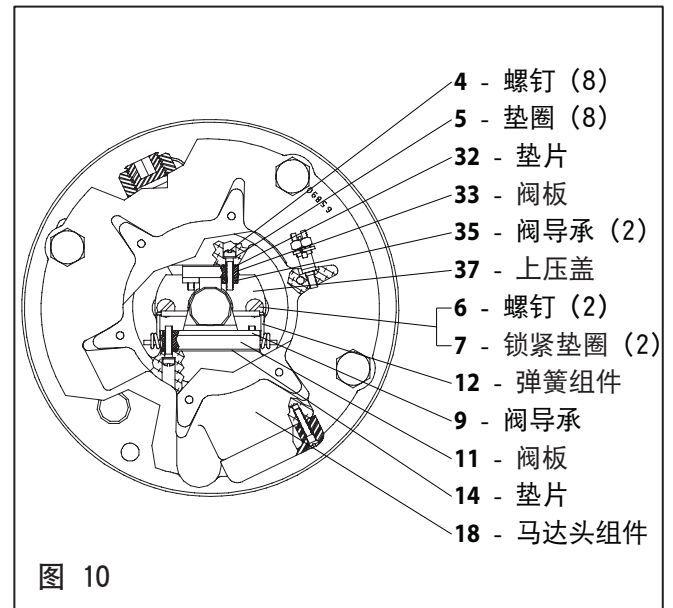

图 10
38. 将两个螺栓孔对齐, 用两颗机器螺丝 (6) 和两个锁紧垫圈 (7) 将上压盖 (37) 固定到马达头组件 (18) 上 (如图 10 所示)。
40. 彻底润滑导阀嵌件 (34), 两个阀门导承 (35), 阀板 (33) 和密封垫 (32), 并将它们插入到马达头组件 (18) (如图 10 所示)。
43. 将嵌件弹簧组件 (12) 上的圆形线圈挂在阀板阀销组件 (11) 中的阀销上 (如图 10 所示)。
44. 将嵌件弹簧组件 (12) 的底部挂在阀板阀销组件 (11) 一侧的孔中。
45. 将阀门导承 (9) 插入阀板阀销组件 (11) 的表面。阀门导承 (9) 的支脚需向下, 带有螺纹孔的支脚距离底部最远, 并朝向马达头组件 (18) 的进气口。